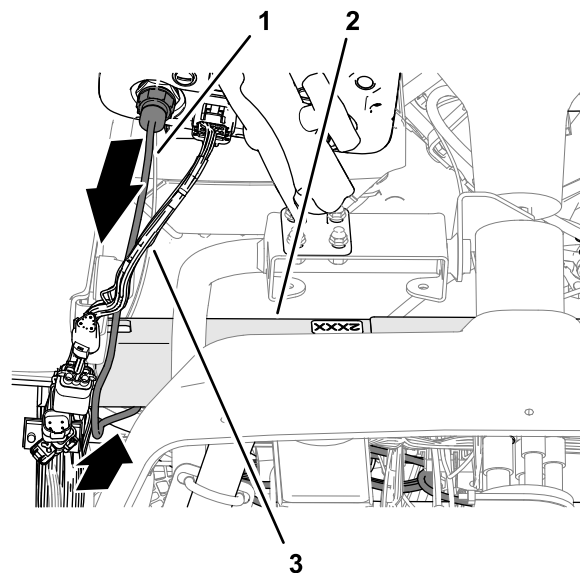

Figura 180
1. Enrute el arnés de datos del módem junto al arnés de datos de la consola de control (Figura 180).